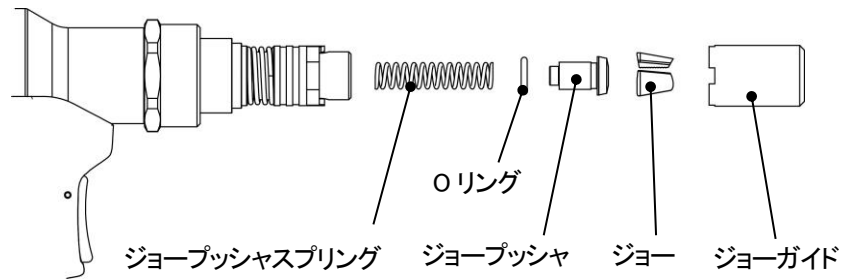

図 7-3
- 4) この時、外れてくるパーツを(図 7-3)に示します。これらのパーツ及びアンビル・プリングヘッド内部をパーツクリーナー・ブラシなどを使って、洗浄・掃除します。